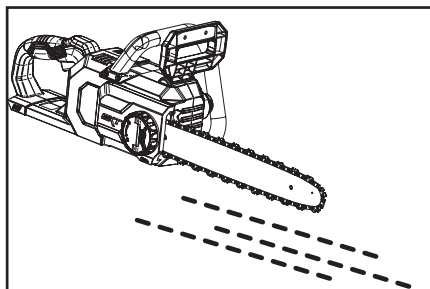

Fig. 11
1. S'assurer que le guide-chaîne (9) et la chaîne (8) sont en place avant de vérifier la lubrification.
2. Démarrer le produit, le laisser tourner à vide, puis vérifier si la chaîne est lubrifiée, comme illustré (Fig. 11, 12).